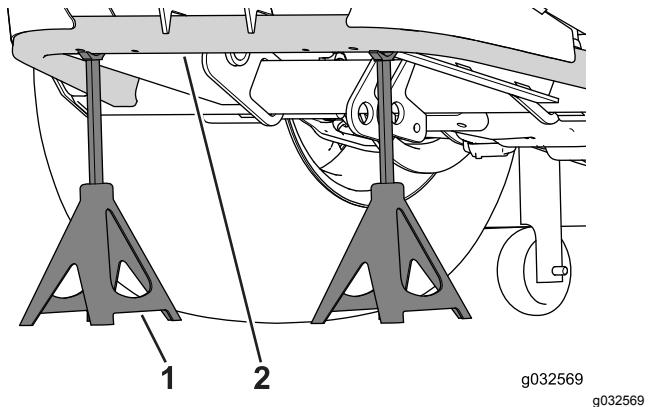

Figura 76
- Utilice un gato de suelo para levantar las ruedas traseras del suelo, y apoye el bastidor sobre gatos fijos (Figura 76).